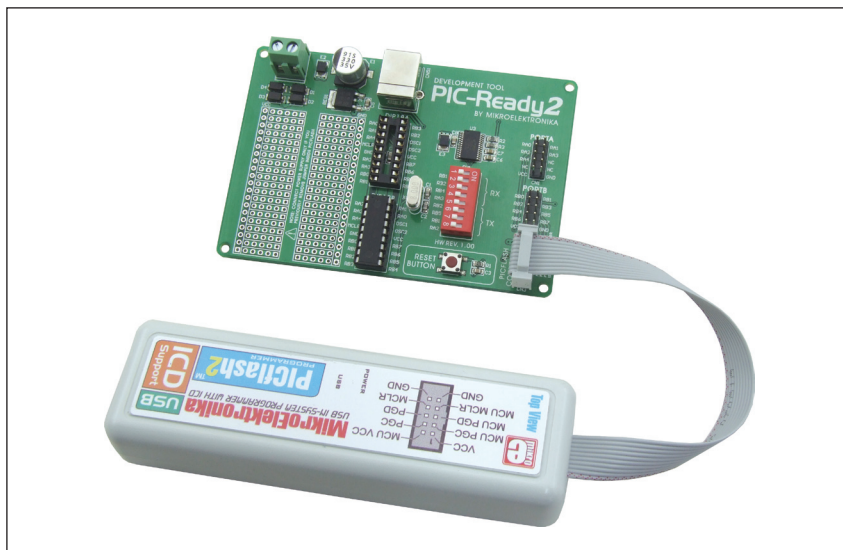

Figura 2: Placa adicional *PIC-Ready2* conectada al programador *PICflash*
2. Conectar un conector IDC10 en el programador *PICflash* a un conector 2x5 en la placa adicional, Figura 2.